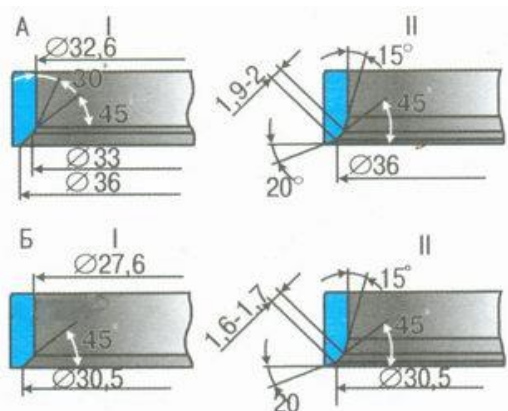

Рис. 1.35. Размеры седел клапанов:
14. Более значительные дефекты седел клапанов устраняют шлифовкой. При шлифовке седел клапанов выдержите размеры, указанные на рис. 1.35. Седла клапанов рекомендуется шлифовать в специализированной автомастерской.